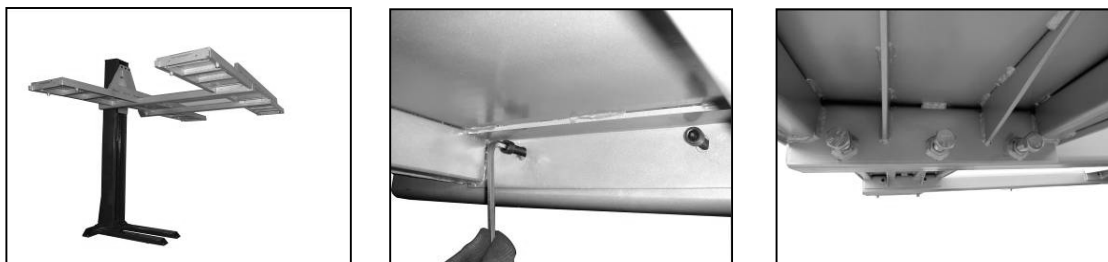

Figura: 10-A, B, C Fissaggio della carreggiata
- 11) Montare le passerelle sugli stabilizzatori. Poiché sono difficili da spostare, è necessario utilizzare un attrezzo di sollevamento adatto come supporto. Posizionare le pedane dei binari in base ai fori di fissaggio sui bracci degli stabilizzatori. Avvitare quindi la carreggiata ai bracci degli stabilizzatori utilizzando le viti di regolazione e di serraggio. (Fig. 10-A, B, C)